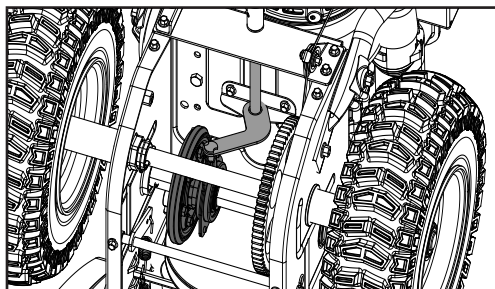

Figure 48
7. Suivez les étapes précédentes en ordre inverse pour réassembler les pièces (figure 48).